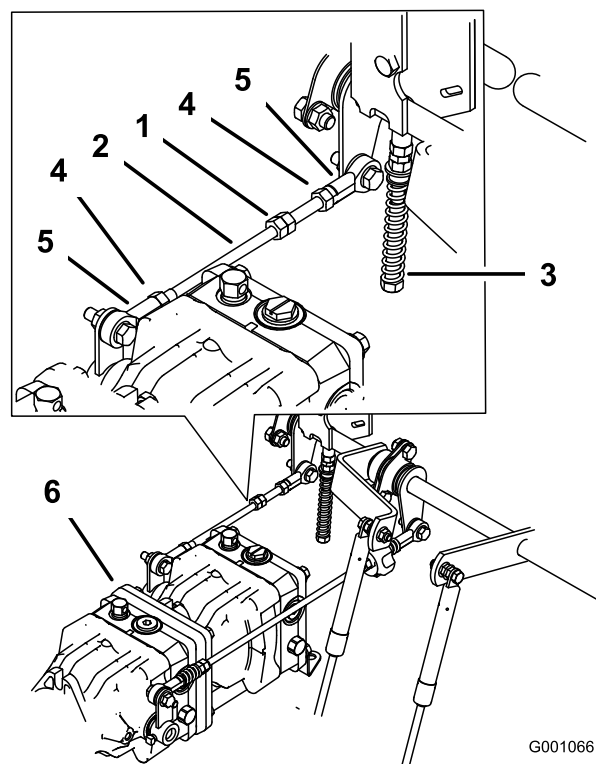

Figura 100
3. Regolate la lunghezza dell'asta della pompa facendo girare nella direzione opportuna i due dadi sull'asta, finché la ruota si ferma o si sposta leggermente indietro (Figura 100).
6. Serrate i dadi di bloccaggio dei giunti a sfera (Figura 100).
1. Allentate i dadi di bloccaggio ai giunti a sfera dell'asta di comando della pompa (Figura 100).